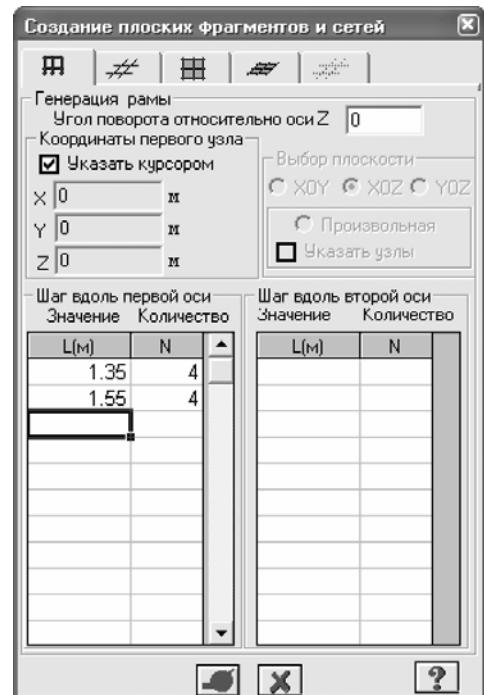

Рис.7.8. Диалоговое окно Создание плоских фрагментов и сетей
- Остальные параметры принимаются по умолчанию (рис.7.8).